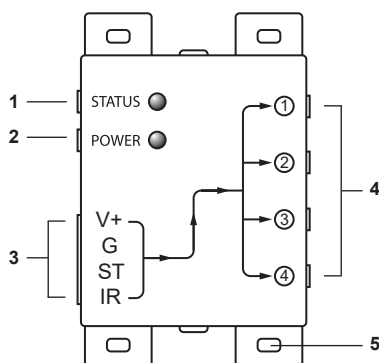

Figura 1
2. Inserire i cavi di prolunga a IR necessari (con i 2 LED a IR) nel Modulo a IR (figura 1, 4). I LED a IR sono dotati di una pellicola autoadesiva con cui si possono fissare alla finestra a IR dell'apparecchio audio/video. Attenzione: questa operazione richiede precisione. Testare la posizione ed il funzionamento dei LED prima di applicarli definitivamente sulla finestra a IR dell'apparecchio audio/video.